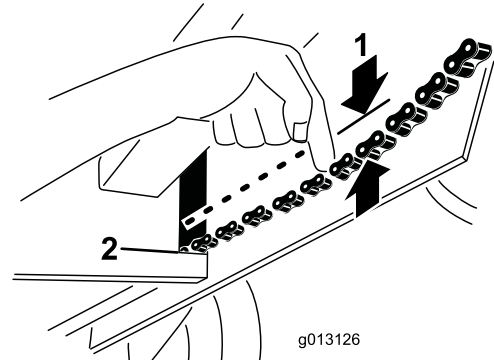

Figura 32
3. Tire hacia abajo sobre cada cadena cerca del hueco del bastidor con una fuerza de 9 kg (20 libras) (Figura 32). Si la cadena se flexiona más de 3 mm ($\frac{1}{8}$ "), apriétela como se indica a continuación: